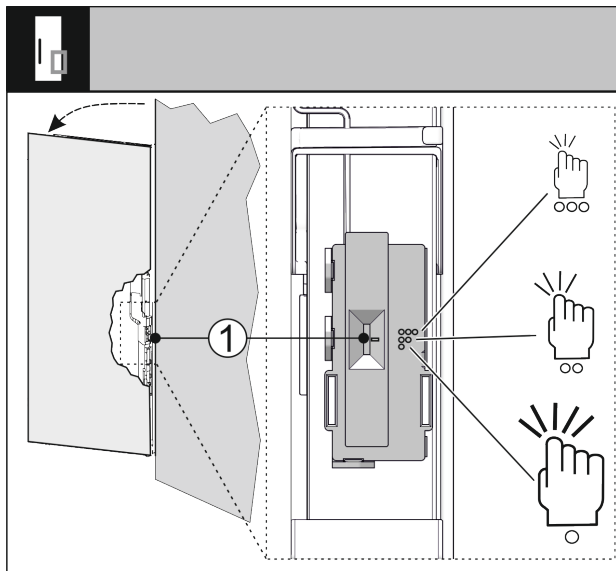

Fig. 34
U kunt de gevoeligheid van de klopsensor via een schakelaar Fig. 34 (1) instellen. De schakelaar zit aan de scharnierzijde op het onderste derde deel van de deur.
- Schuif de schakelaar Fig. 34 (1) naar de gewenste schakelaarstand.